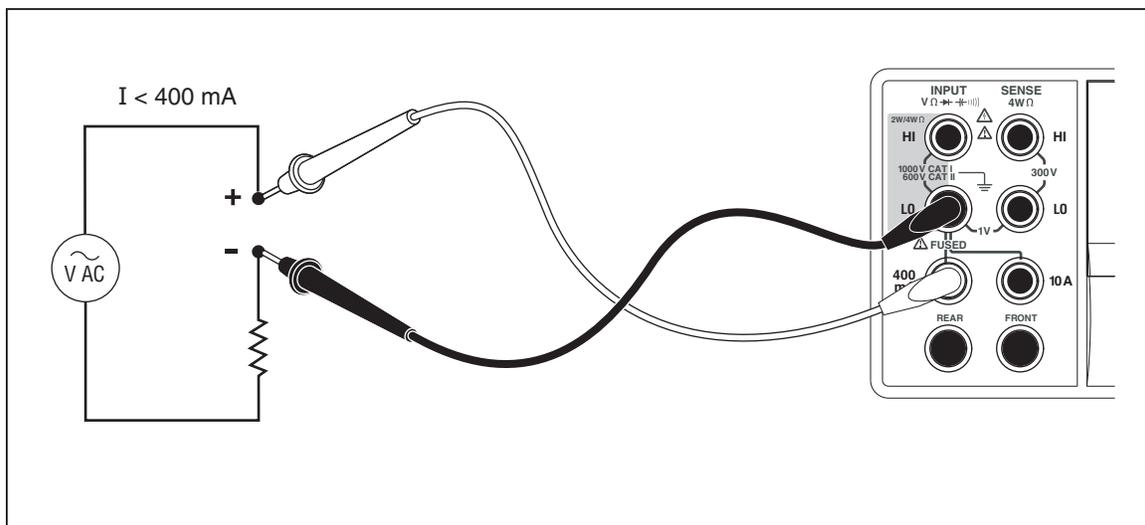
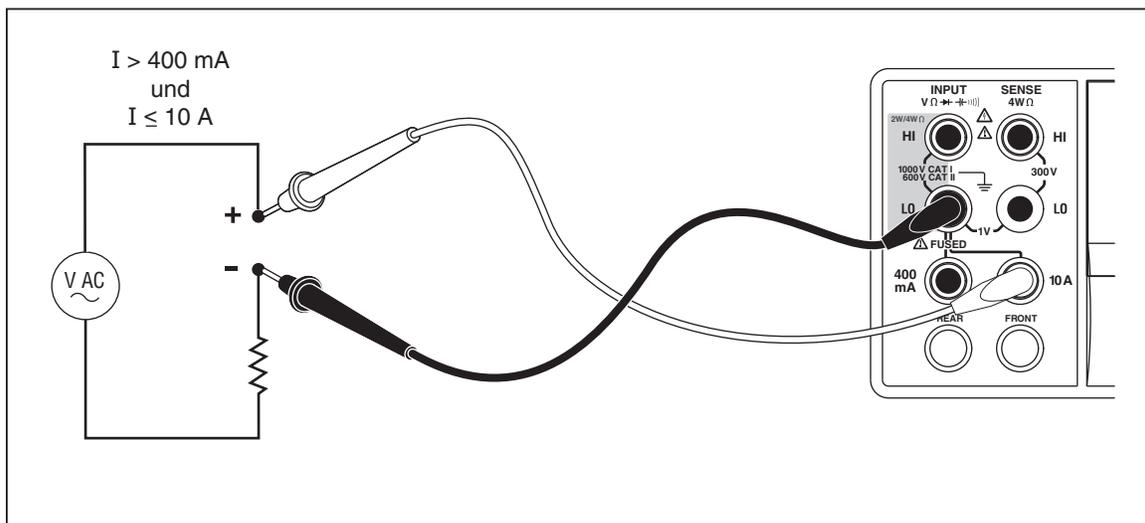

Abbildung 4-4. Eingangsanschlüsse für Strommessungen unter 400 mA
Abbildung 4-5. Eingangsanschlüsse für Strommessungen über 400 mA
Strommessungen im Bereich von 400 mA und 10 A werden gemäß Abbildung 4-5 mit den Anschlüssen **Input LO** und **10A** durchgeführt.
1. Die Messleitungen gemäß Abbildung 4-4 (Ströme kleiner 400 mA) bzw. Abbildung 4-5 (Ströme bis 10 A) an den Eingangsanschlüssen des Messgeräts und an den zu messenden Stromkreis anschließen.
1. Die Messleitungen je nach dem zu erwartenden Strompegel gemäß Abbildung 4-4 bzw. Abbildung 4-5 an den Eingangsanschlüssen des Messgeräts und an den zu messenden Stromkreis anschließen.